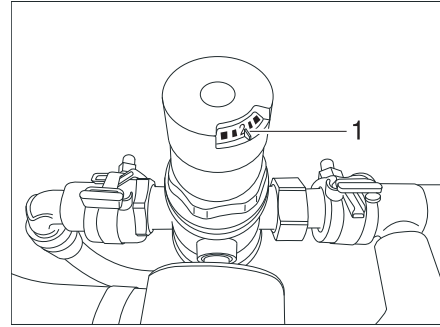

Fig. 179 Réglage du réducteur de pression
- Contrôler le réglage du réducteur de pression sur 2 bars (équipement chauffe-eau) ou 3 bars (équipement chauffe-eau instantané) (Fig. 179,1).